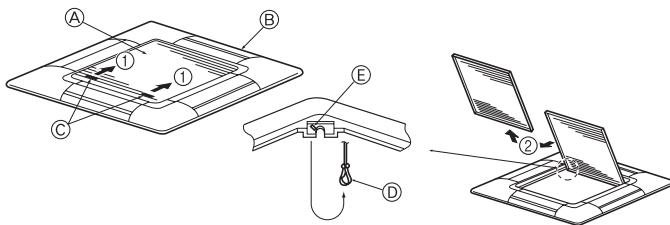
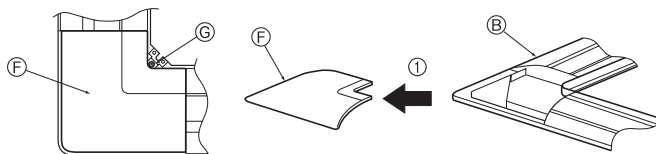

Fig. 5-3
Fig. 5-4
5.2.1. Verwijderen van de grille van de inlaatopening (Fig. 5-3)
- Schuif de hendels in de richting die wordt aangegeven door de pijl ① om de grille van de inlaatopening te openen.
- Verwijder nu het scharnier van de grille van de inlaatopening zoals aangegeven door de pijl ②, terwijl de grille in de geopende positie staat.
5.2.2. Verwijderen van het hoekpaneel (Fig. 5-4)
- Verwijder de schroef uit de hoek van het hoekpaneel. Schuif het hoekpaneel in de richting aangegeven door de pijl ① om het paneel te verwijderen.